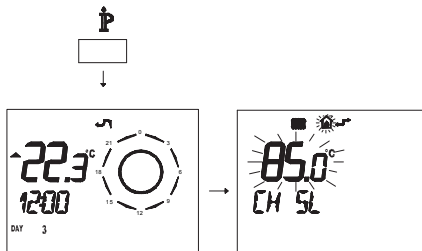

Figura 5.63
- Premere per più di 3 secondi il pulsante  $\mathbb{P}$  per entrare in modalità *INFO* (Figura 5.63).